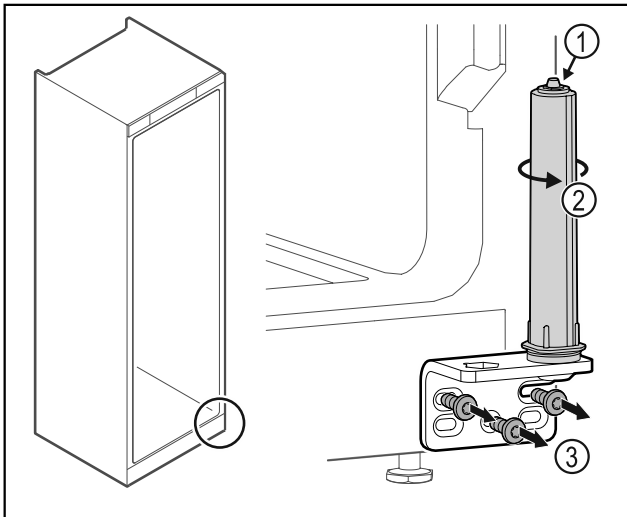

Fig. 50
▶ Не разбирайте систему закрытия двери Fig. 50 (1).
- ▶ Поворачивайте систему закрытия Fig. 50 (2) до щелчка.
- ▶ Отвинтите шарнирные уголки Fig. 50 (3).